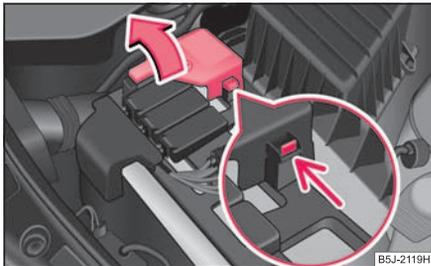

Abb. 204 Batterie:
- Klappen Sie die Pluspol-Abdeckung (+) auf ⇒ Abb. 204.